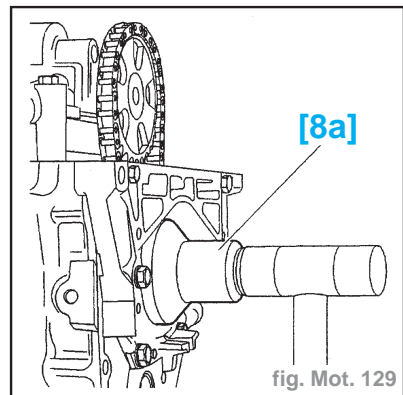

fig. Mot. 129
- Reposer la bague d'étanchéité à l'aide de l'outil [8a] (-).0188-A1 (fig. Mot. 129).